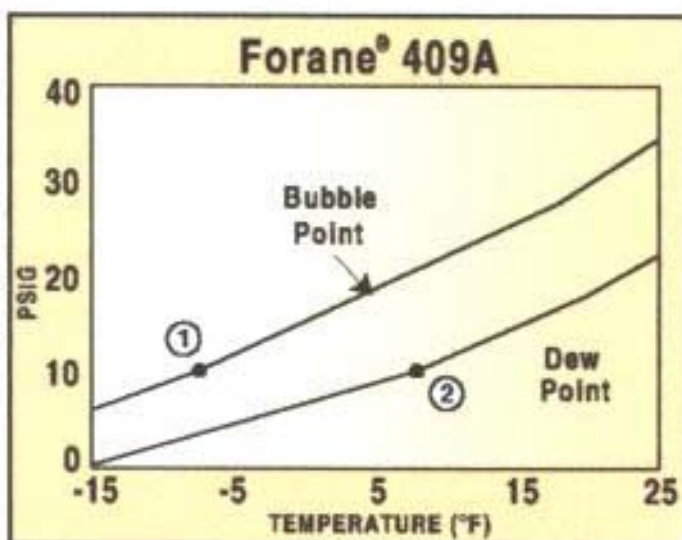

Рисунок 1. Зависимость температуры от давления. 3 – Температура начала кипения; 4 - Точка росы; 5 – Давление, фунт/дюйм²; 6 – Температура, °Ф.
- Согласно диаграмме зависимости температуры от давления для 409A (рисунок 1) Точка росы (пара) для R-409A, равная 15°F , соответствует давлению пара $15,4$ фунт/дюйм² ($1,08$ кг/см²). Это давление равно давлению всасывания компрессора.